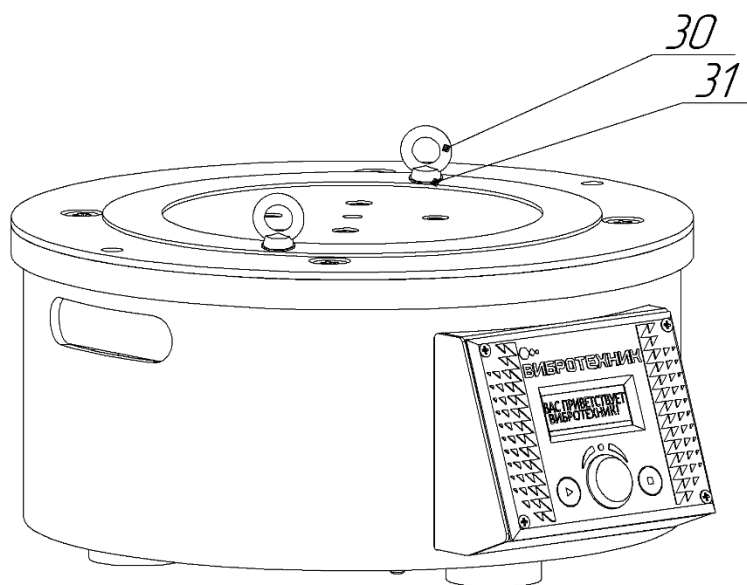

Рис. 3 Транспортное положение
2.2.3 Порядок монтажа и перевода из транспортного положения в рабочее (Рис. 3):
- е) Установить фторопластовые шайбы 31 (Рис. 3) и транспортные болты 30. Транспортные болты вкручиваются в основание 1, притягивая и фиксируя платформу 2.